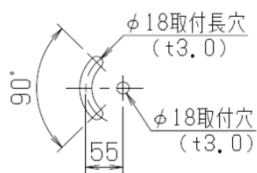
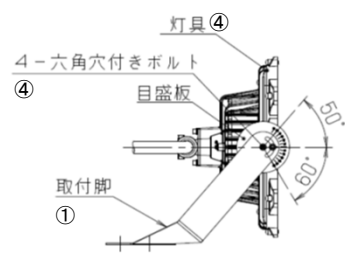

図 5
図 6
- ① 図5のとおり、器具の取付脚をM16ボルト(2本)、ナット(2個)、ばね座金(2個)、座金(2個)にて水平な取付面に強固に取り付けます。壁面への取り付けも可能です。
灯具の傾きは上向き50° から下向き60° の範囲で設定、左右は各45° の範囲で調整が可能です。図5、図6をご参照ください。